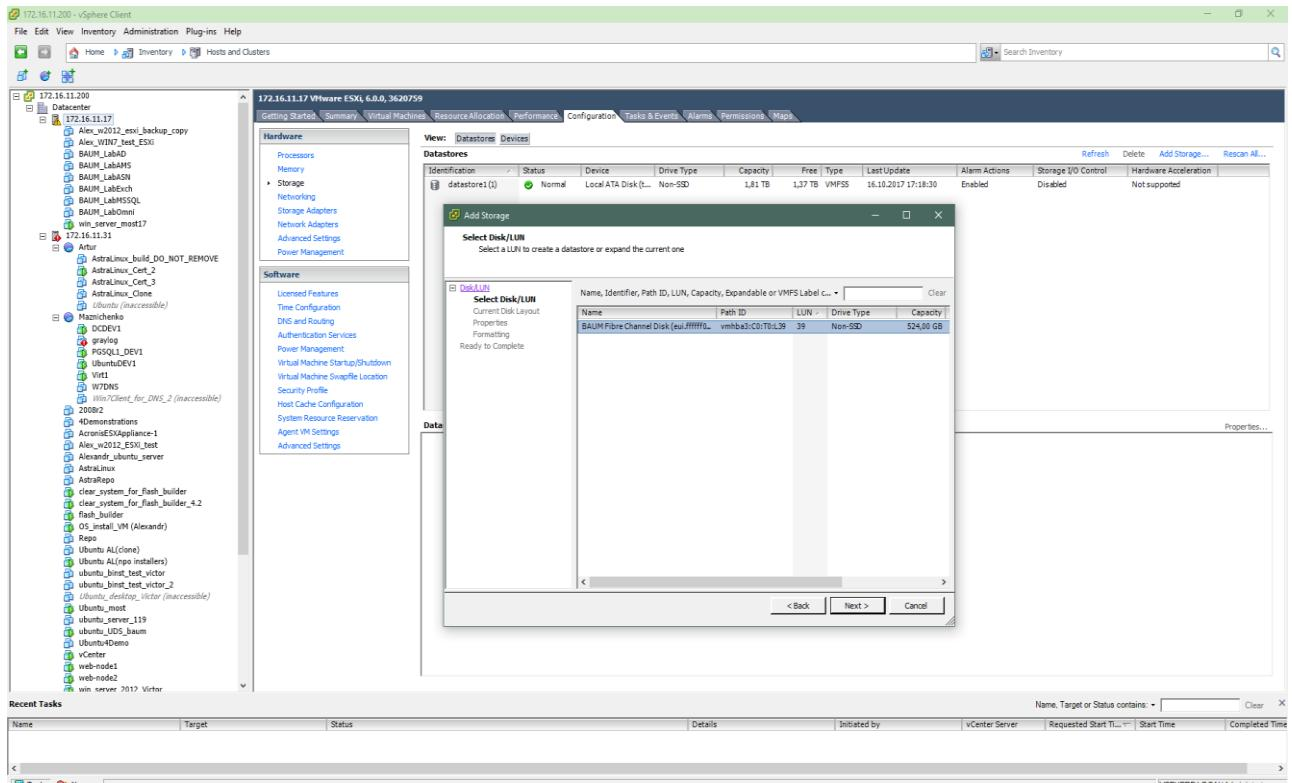

Рисунок 105 – Выбор луна Storage
10. Нажмите на кнопку «Next» (см. Рисунок 105).